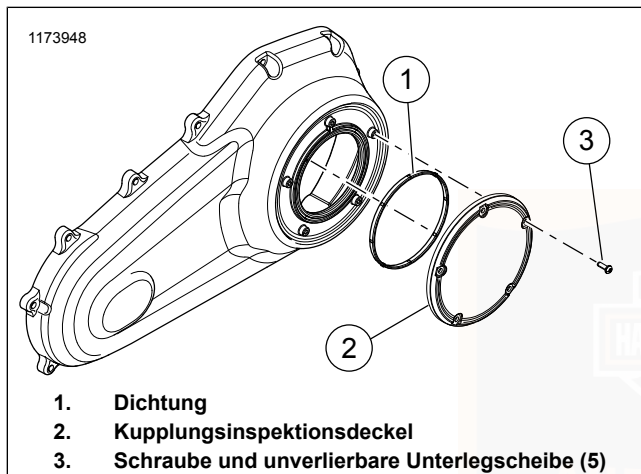
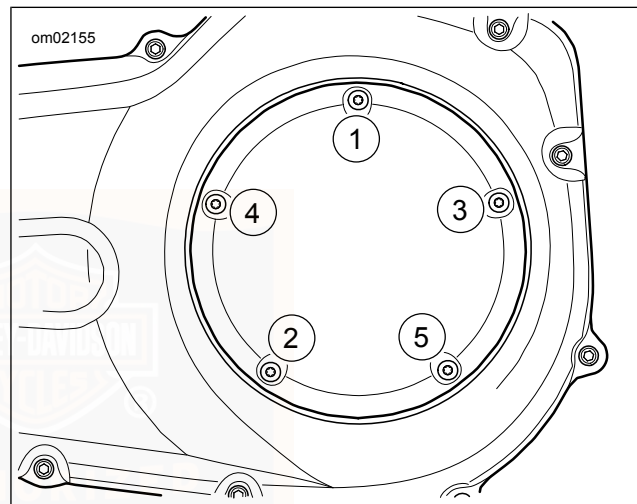

Abbildung 60. Kupplungsdeckel (Typisch)
Abbildung 61. Anzugsreihenfolge für Kupplungsdeckel
6. Siehe Abbildung 60. Schrauben (3) und Kupplungsinspektionsdeckel (2) entfernen.
7. Dichtung (1) entfernen. Das Öl aus dem Primärkettengehäusedeckel und der Nut im Inspektionsdeckel abwischen.
- Siehe Abbildung 60. Bringen Sie eine **neue** Dichtung (1) in der Nut in der Abdeckung an.
- Den Kupplungsinspektionsdeckel (2) mit Schrauben und unverlierbaren Unterlegscheiben (3) sicher befestigen.
- Siehe Abbildung 61. In angegebener Reihenfolge anziehen.